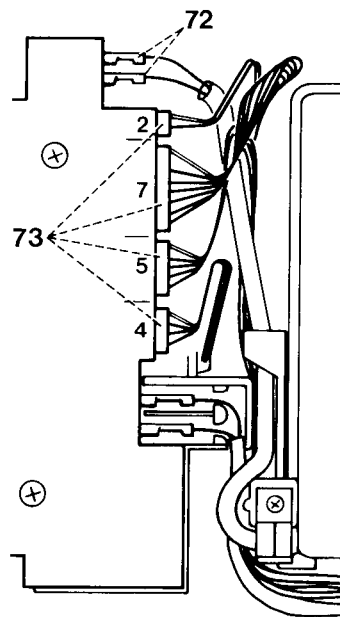

Fig. 56a
- Alle Steckverbindungen der Maschinenleitungen an die Steuerplatte stecken (siehe Abb. 56a).
- **Achtung:** Bei den Kunststoff-Flachsteckern ist darauf zu achten, daß die weißen Litzen in Richtung zu den Anlasserschlüsseln 72 gesteckt werden (Abb. 56a).
- Connect all machine wire connectors to the circuit board (Fig. 56a).
- **Important:** Make sure that the white wire of the plastic connector faces toward foot control wires 72 (Fig. 56a).
- Brancher tous les fils de la machine sur le circuit imprimé (fig. 56a).
- **Important:** Veiller à ce que le fil blanc des fiches plates en plastique, soit fiché du côté des fils du rhéostat 72 (fig. 56a).